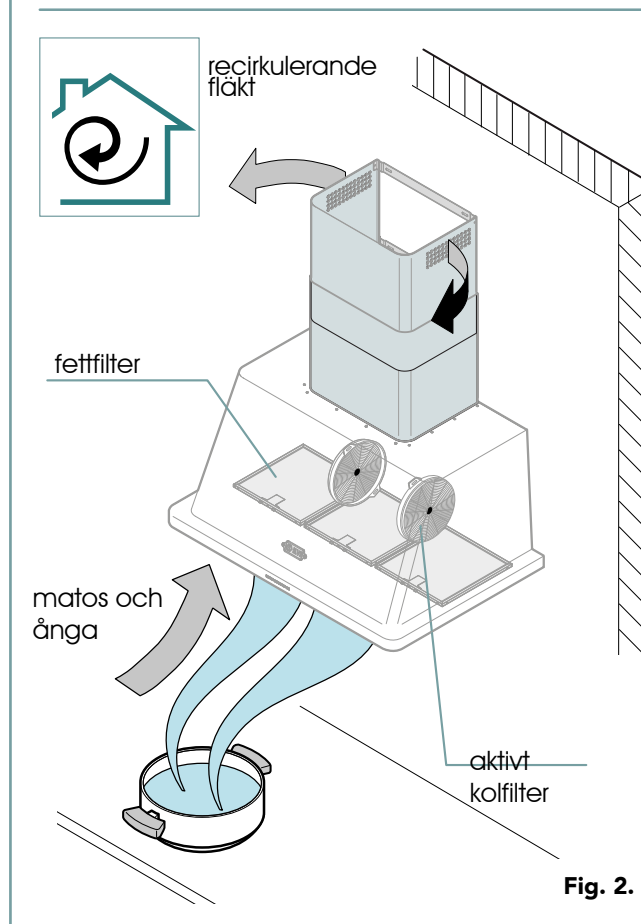

Fig. 2.
**kanaliseras genom kolfilter** för att rena luften. Den reade luften återförs in i rummet genom avluftsgallren i skorstenens överkant (recirkulerande fläkt, se fig 2).
Aktivt kolfilter: detta används på recirkulerande modeller, se bild 2 och ska bytas ut till nya filter ungefär var 3-4 månad beroende på hur mycket fläkten används.